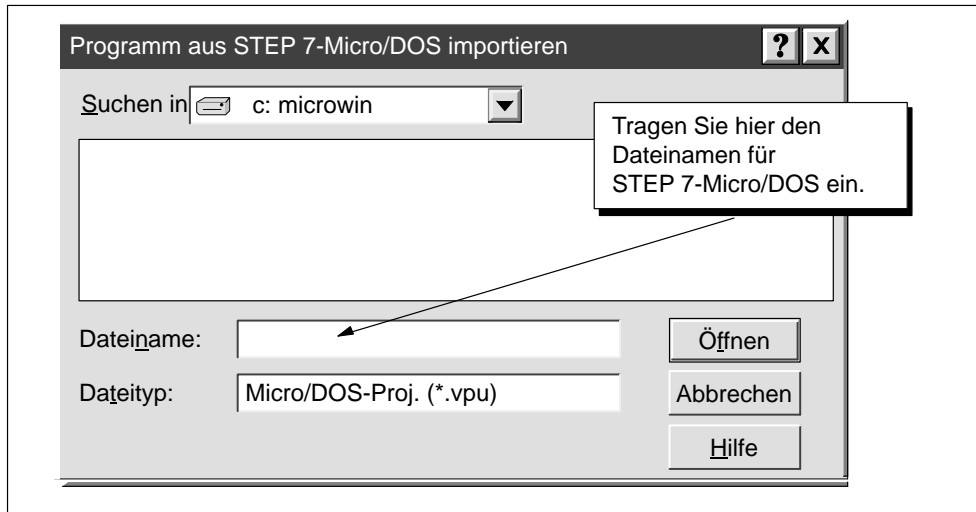

Bild E-3 Auswählen eines Programms aus STEP 7-Micro/DOS
4. Wählen Sie im Dialogfeld "Programm aus STEP 7-Micro/DOS importieren" (siehe Bild E-3) das Verzeichnis aus, in dem sich das Programm befindet, das Sie aus STEP 7-Micro/DOS importieren möchten.
5. Doppelklicken Sie auf die Datei aus STEP 7-Micro/DOS oder tragen Sie den Dateinamen ein (siehe Bild E-3).